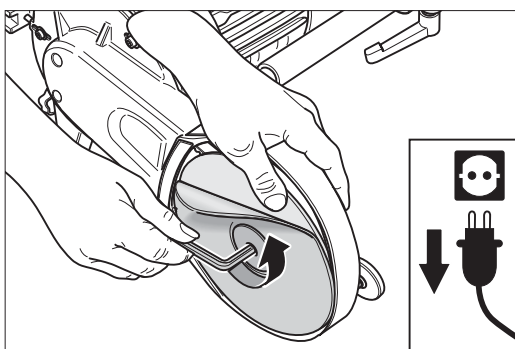

Abb. 47: Die Papierspanschraube lösen. Zum Festhalten des Schleiftellers mit dem Daumen hinter die Schleifscheibe greifen.
- 4 Nehmen Sie den entsprechenden Innensechskantschlüssel und lösen Sie die Papierspanschraube (normales Rechtsgewinde). Halten Sie dabei den Schleifteller mit der anderen Hand fest. Wenn Sie dazu mit dem Daumen hinter die Schleifscheibe greifen, vermindern Sie den Verschleiß an der Papierspanschraube (Abb. 47).